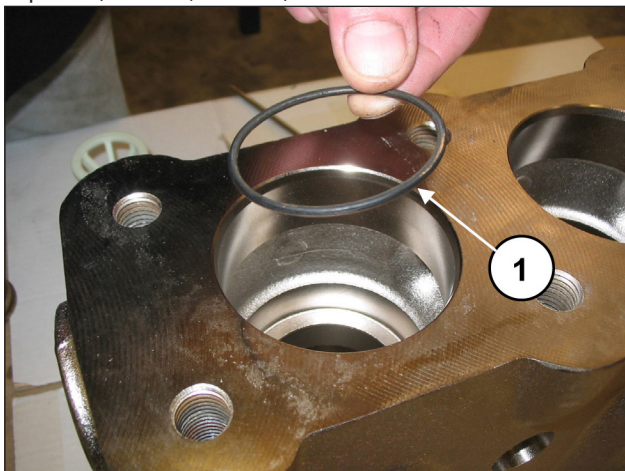

Рис. 114
Вставьте кольцо O-ring, поз. №6 на детализовочном чертеже (поз. ①, Рис. 114).